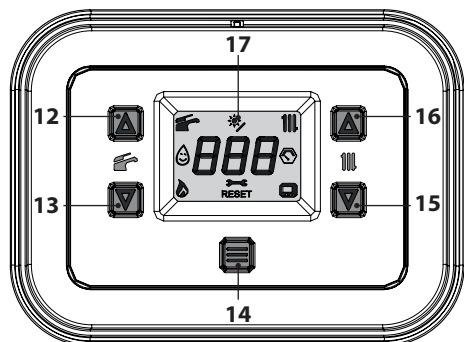
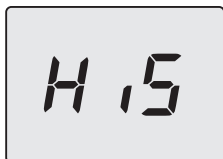
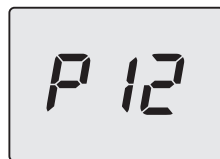
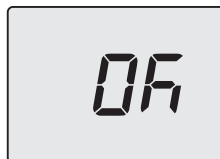

Figura 5.41
Figura 5.42
Figura 5.45
Figura 5.46
- Entrare in "modalità programmazione" premendo contemporaneamente per 5 secondi i tasti 13 e 15 (Figura 5.41) fino a far apparire sul display LCD le lettere **HiS** che indicano il menu "Storico delle caldaie" (Figura 5.42).
- Premere per 1 sec. il tasto 14 (Figura 5.41) per entrare nel parametro selezionato. Il display visualizzerà quanto segue (Figura 5.45).
- Premendo il tasto 14 (Figura 5.41) si ottiene la conferma del valore inserito. Il display visualizzerà per 5 sec. quanto segue (Figura 5.46) poi, si porterà al livello superiore.
- Premendo contemporaneamente i tasti 13 e 15 (Figura 5.41) si esce senza modificare il valore (ritorno al livello precedente).
- tenere premuti contemporaneamente i tasti 13 e 15 per 5 sec. (Figura 5.41) (ritorno al livello precedente).